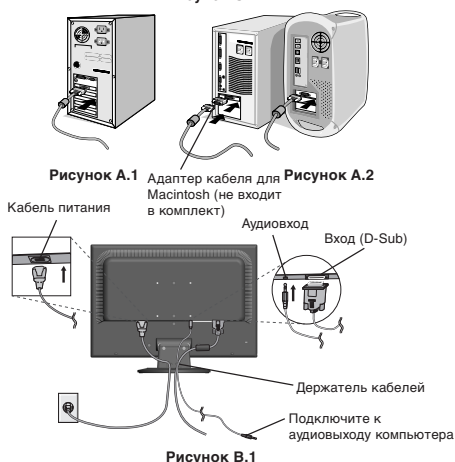

Рисунок B.1
3. Подключите 15-штырьковый миниразъем D-SUB видеокабеля и аудиокабель к соответствующим разъемам на задней панели монитора (**Рисунок B.1**). Подключите наушники (не входят в комплект) к соответствующему разъему на левой панели монитора (**Рисунок C.1**).
4. Подключите один конец кабеля питания к монитору, а другой — к розетке электропитания. Поместите кабель видеосигнала и кабель питания в держатель (**Рисунок B.1**).